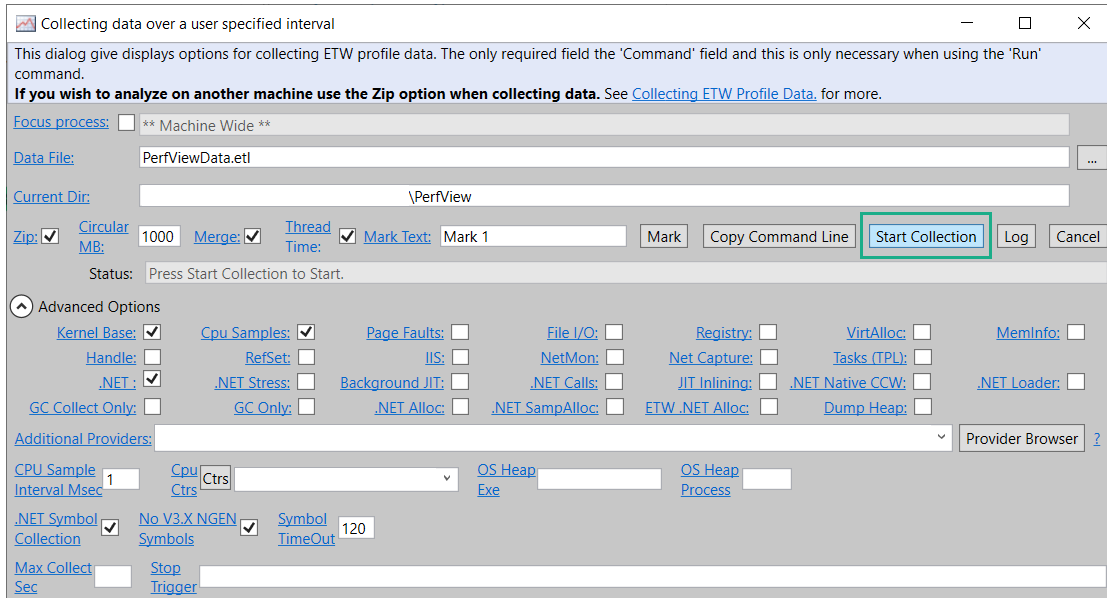

Рис. 4 Запуск сбора данных
10. Запустите сбор данных с помощью кнопки «Start Collection», см. Рис. 4;